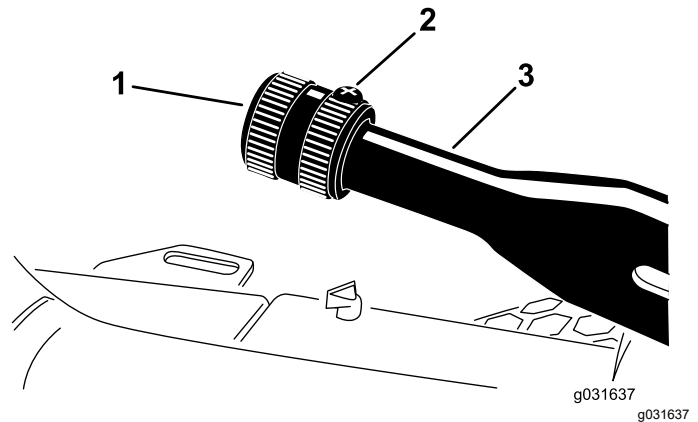

Bild 59
1. Lockern Sie die Stellschraube, mit der das Handrad am Feststellbremshebel befestigt ist (**Bild 59**).